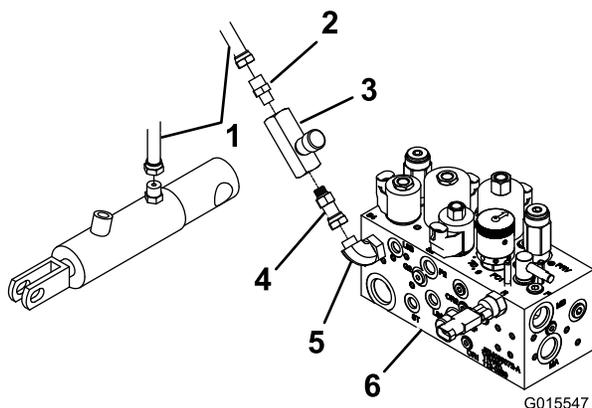

Figura 1
4. Instale o encaixe do adaptador recto e o conector da articulação recta na válvula do orifício de controlo de fluxo como se mostra em Figura 1.
7. Ligue, sem apertar, o conector da articulação recta na válvula do orifício de controlo de fluxo ao encaixe em cotovelo no bloco do colector (Figura 1).